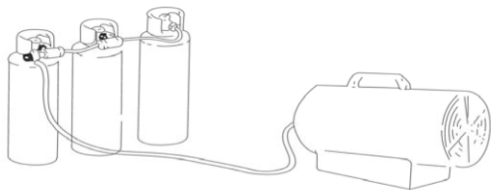

Рис.2
- Если ТГП работает продолжительное время на максимальной мощности, возможно образование инея с внешней стороны баллона, по причине быстрого испарения газа. Ни по этой, ни по какой другой причине нельзя специально нагревать баллон. Чтобы избежать этого, или, по крайней мере, снизить этот эффект, используйте большой баллон или несколько, соединенных вместе по следующей схеме (рис. 2).